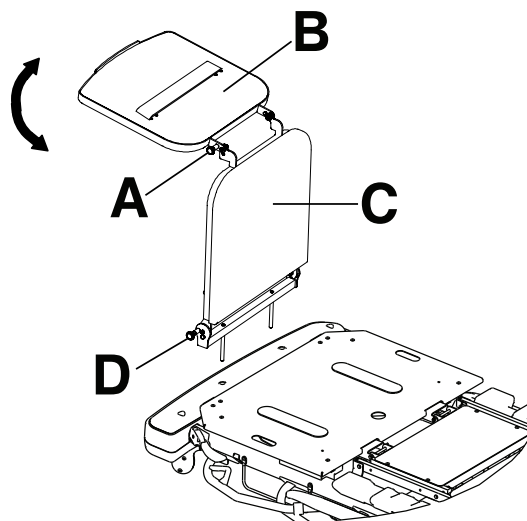

Figura 19 – Tavă defibrilator/extensor picioare
1. Trageți în afară butonul superior (A) (Figura 19).
2. Rotiți tava pentru defibrilator (B) până când aceasta este așezată orizontal peste capătul pentru picioare al produsului. Eliberați butonul superior (A). Asigurați-vă că tava pentru defibrilator este blocată pe poziție.
Pentru a converti tava de defibrilator/extensorul pentru picioare în extensor pentru picioare (Figura 19):